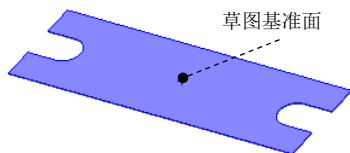
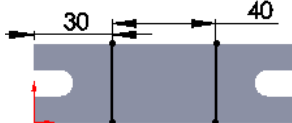

图 7.3.7 草图基准面
图 7.3.8 折弯线
Step3. 定义特征的折弯线。选取图 7.3.7 所示的模型表面作为草图基准面，绘制图 7.3.8 所示的折弯线。